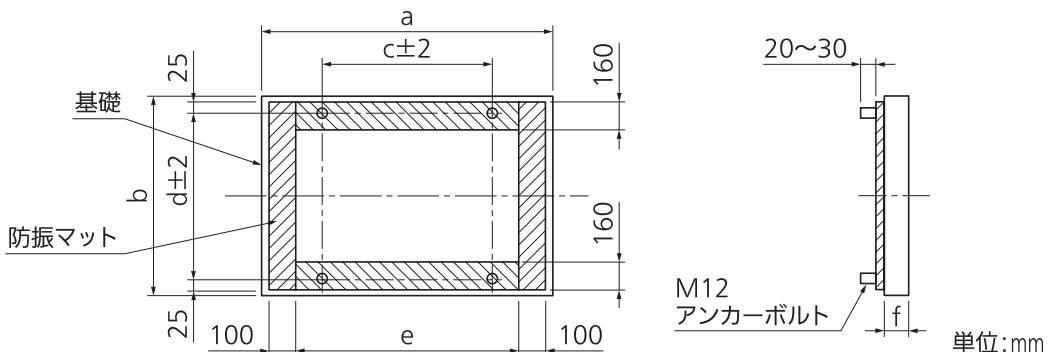

図 7: 基礎図 (ベタ基礎)
- 室外ユニット設置時に、必ず指定のサイズのアンカーボルトを取り付け、しっかりと固定する (図 7)